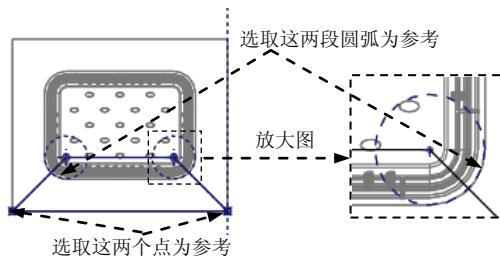
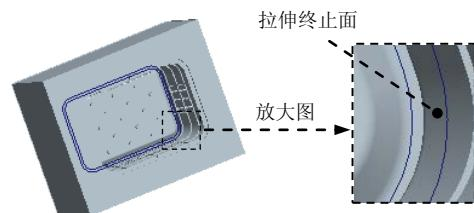
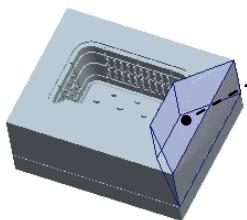

图 16.17 截面草图
图 16.18 定义拉伸终止面
图 16.19 创建拉伸曲面 2
(3) 进入草绘环境后，选取图 16.17 所示的点和圆弧边线为草绘参考，然后绘制截面草图，如图 16.17 所示。完成特征截面的绘制后，单击“草绘”操控板中的“确定”按钮 。
(4) 设置深度选项。
① 在操控板中选取深度类型 (到选定的)。
② 将模型调整到图 16.18 所示的视图方位, 使用“从列表选取”的方法, 在“从列表选取”对话框中选择 **曲面: R9 (参照零件切除)** 元素, 如图 16.18 所示。
③ 在操控板中单击 **选项** 按钮, 在“选项”界面中选中 **封闭端** 复选框。
(5) 在“拉伸”操控板中单击 按钮, 完成特征的创建。
Step5. 参考 Step4 创建图 16.19 所示的拉伸曲面 2。